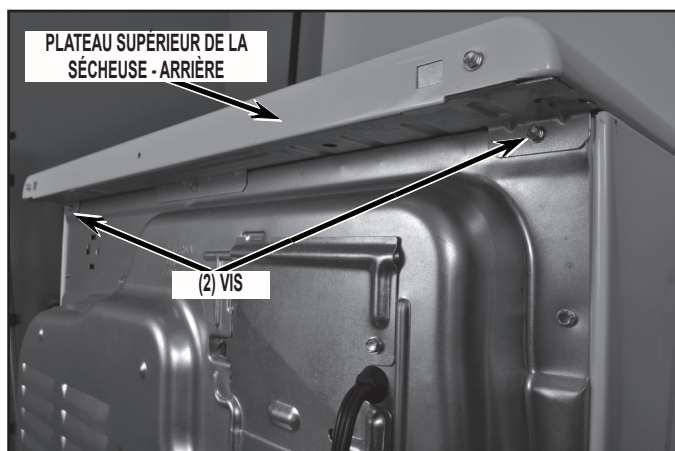
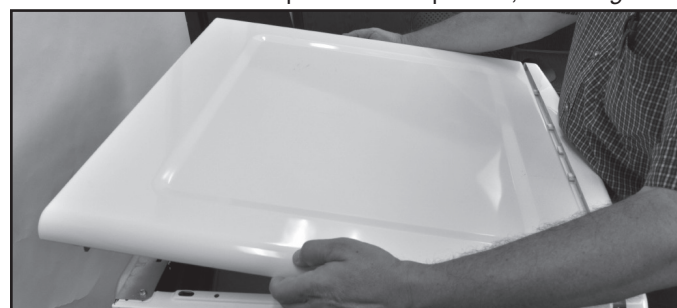

FIGURE 1
FIGURE 2
- Take the front edge of the top panel and set it into the plastic tray of the upper front bracket, *Figure 2*. Set the remaining top panel down and slide it forward into position. Reattach the two (2) rear screws, *Figure 1*.
2. Déposer le plateau supérieur de la sécheuse – ôter d'abord les deux (2) vis à l'arrière de la sécheuse; voir la *Figure 1*.
3. Déposer le plateau supérieur de la sécheuse – faire glisser le plateau supérieur de la sécheuse vers l'arrière de la sécheuse et soulever pour retirer le plateau; voir la *Figure 2*.